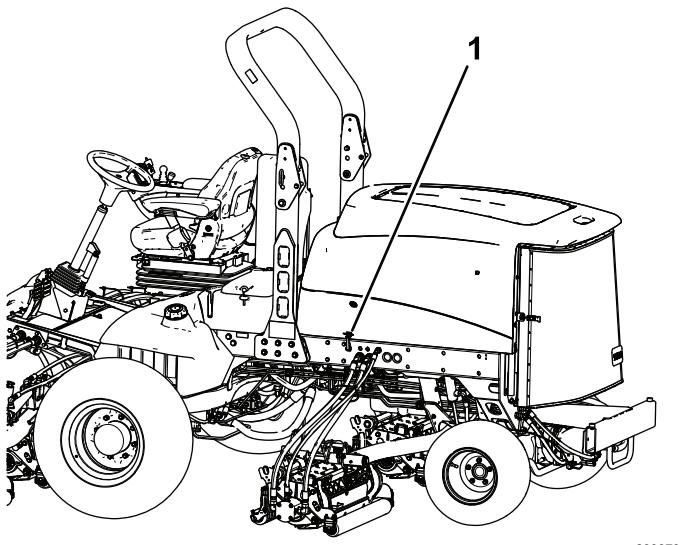

Рисунок 4
- Освободите защелку капота из кронштейна (Рисунок 4).